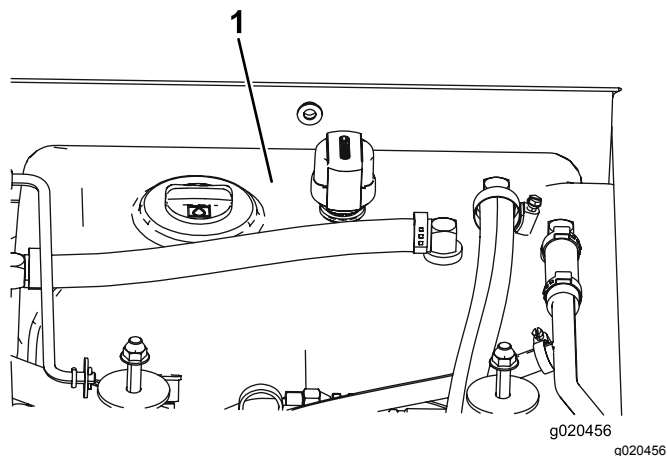

Figura 104
- Riempite il serbatoio (Figura 104) di fluido idraulico; fate riferimento a Controllo del fluido idraulico (pagina 74).